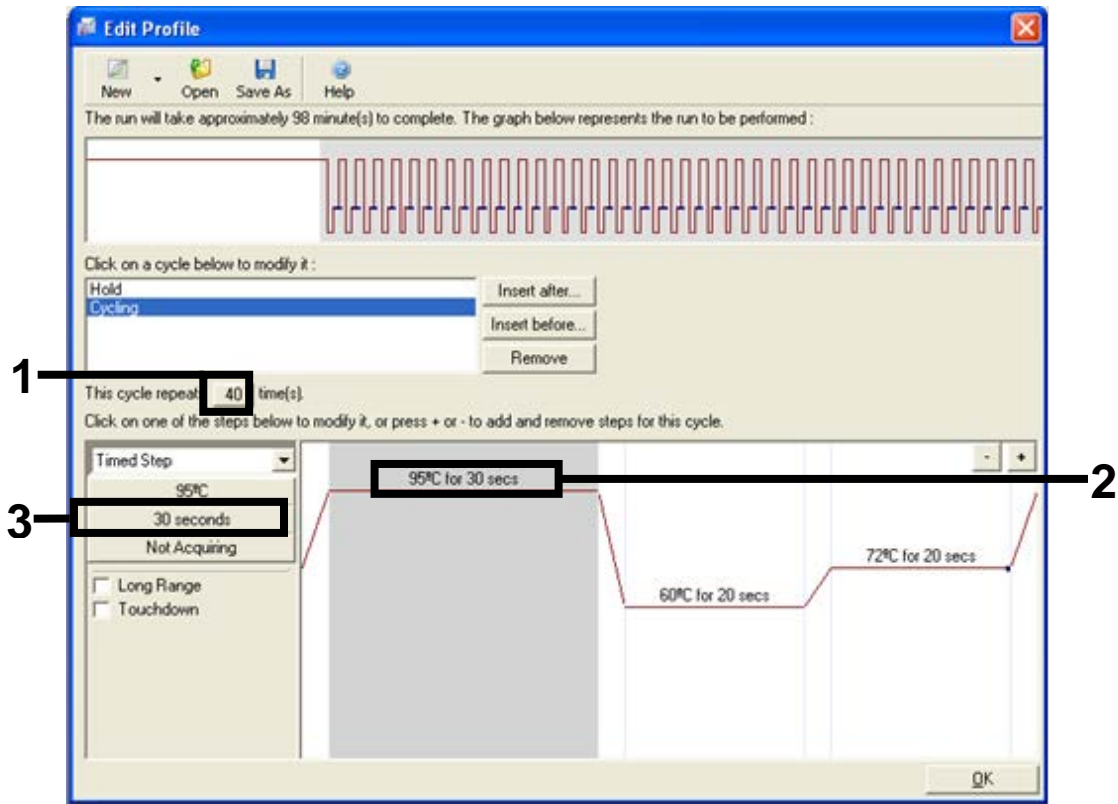

Figura 6. Passo de ciclagem a 95 °C.
8. Altere o número de repetições de ciclo para 40. Selecione o primeiro passo e defina para "95°C for 30 secs" (95 °C durante 30 segundos) (consulte a Figura 6).